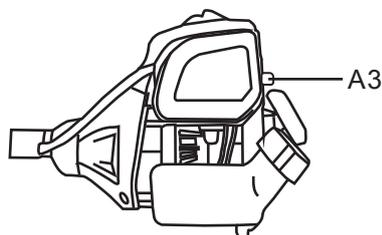

Fig. 14c
- Si le moteur est chaud, placer le levier de starter (A3) à la position « **OUVRIR** »  et ne pas utiliser l'amorceur. (voir Fig. 14c).